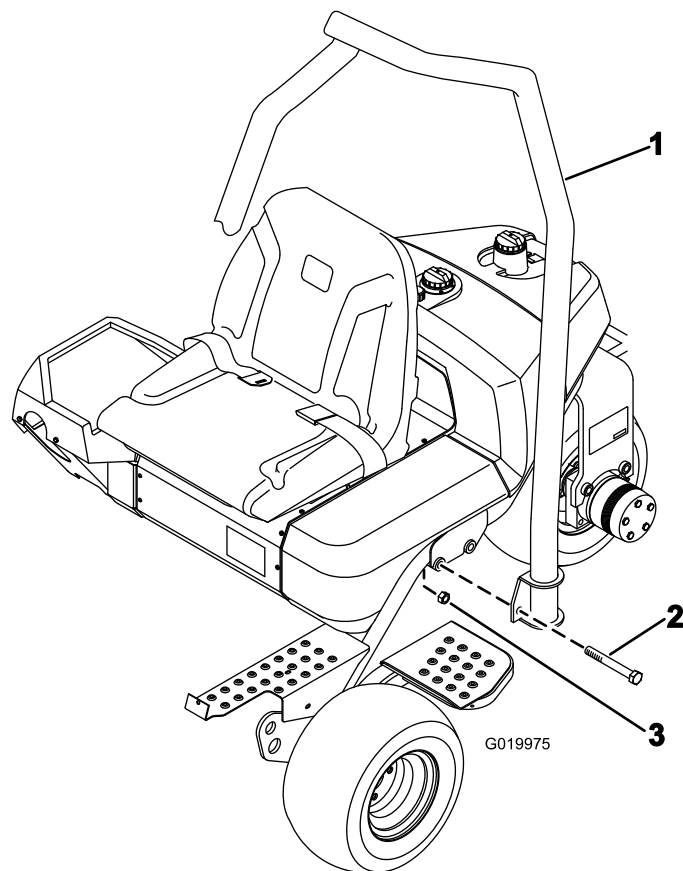

図 7
2. ROPS をフレームの上に降ろし、取り付け穴に整列させる図 7。
3. ROPS の左右それぞれをフレームに固定するボルト2本 $\frac{5}{8}$ x $4\frac{1}{2}$ "と、ロックナットを 図 7 のように使用する。
1. ROPS の上部の湾曲部が機体の前方を向くように ROPS を配置する図 7。